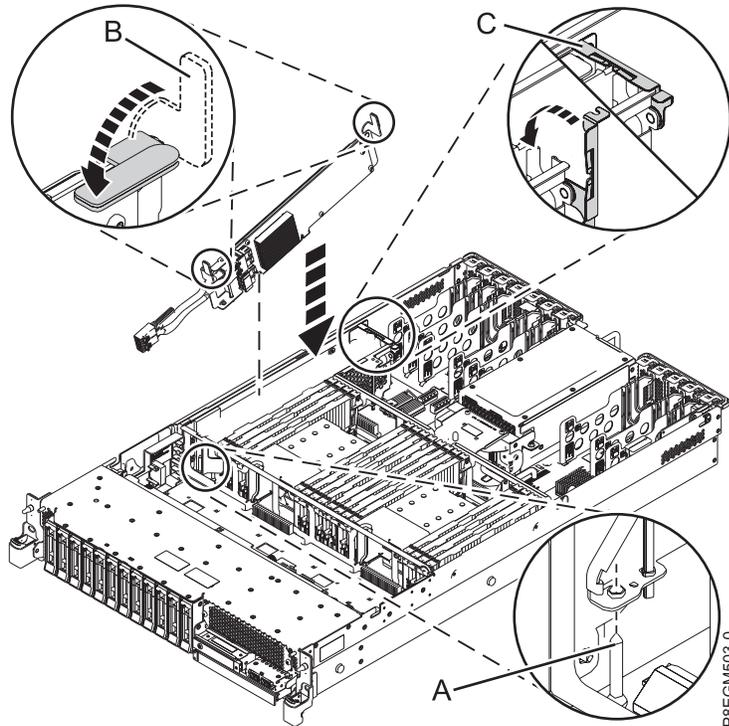

Figura 4. Sustitución del Adaptador interno PCIe3 x8 SAS RAID de 6 Gb en la ranura P1-C14
10. Complete la instalación del Adaptador interno PCIe3 x8 SAS RAID de 6 Gb encajándolo en su sitio. Asegúrese de que el adaptador esté instalado en la patilla (**A**). Presione hacia abajo el borde central superior de la tarjeta para fijarla firmemente el conector de la placa posterior del sistema, como se muestra en la Figura 4 en la página 5.
11. Empuje las asas azules (**B**) en el sentido que se muestra en la Figura 4 en la página 5.
12. Empuje la pieza de retención de cable (**C**) en el sentido que se muestra en la Figura 4 en la página 5.